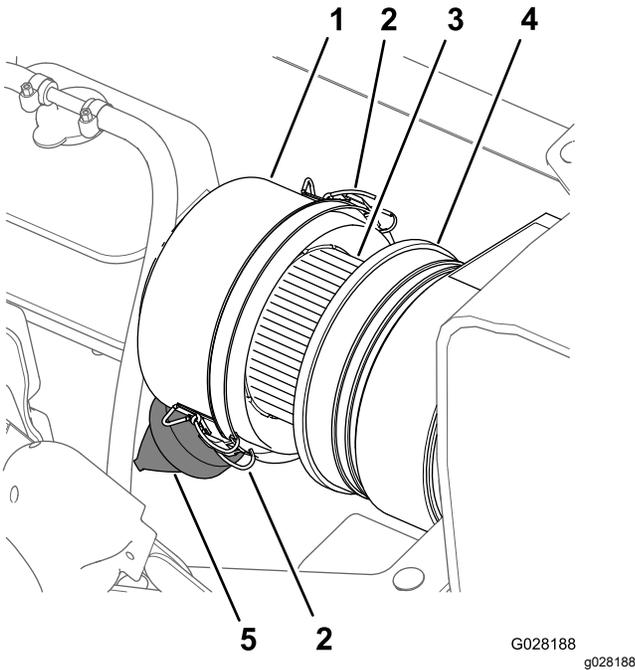
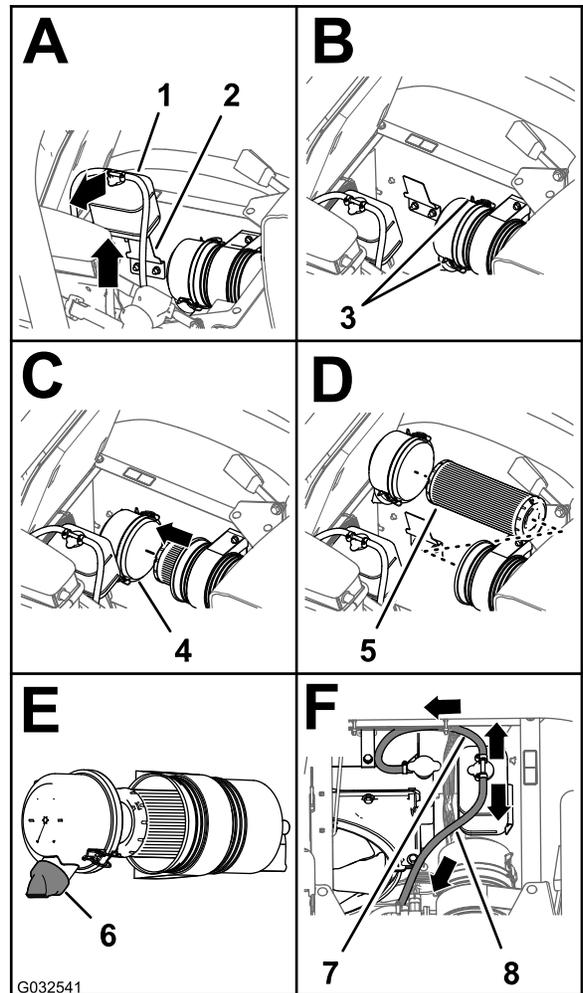

图 71
图 72
3. 清洁防尘盖和空气滤清器壳体图 71。
4. 检查空气滤清器壳体是否存在可能导致空气泄漏的损坏图 71。
5. 挤压防尘阀清除污物、灰尘和杂物 (图 71)。
7. 检查空气滤清器滤芯是否积聚了过多灰尘、污物和杂物图 71。
8. 将防尘盖安装到空气滤清器壳体上使用 2 个搭扣固定防尘盖图 71。
2. 清洁防尘盖和空气滤清器壳体图 71。
3. 向上提起冷却液溢流罐并将其移离溢流罐支撑架图 72。
4. 松开将防尘盖固定至空气滤清器壳体的 2 个搭扣图 72。
6. 用湿抹布将防尘盖、空气滤清器壳体和防尘阀内部擦拭干净图 71和图 72。
7. 将空气滤清器滤芯插入空气滤清器的壳体图 72。
8. 将防尘盖安装到空气滤清器壳体上使用 2 个搭扣固定防尘盖图 72。
注意 确保从尾端看时防尘阀在 57 点钟位置是对齐的图 72。
9. 将冷却液溢流罐与溢流罐支撑架对齐稳固放置溢流罐图 72。
重要事项 确保压力释放软管向前下方伸出溢流罐通风软管向后方伸出如图 72 所示。